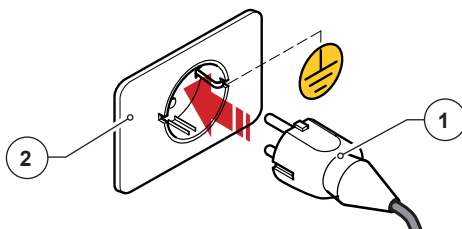

Fig. 5
- Conectar el enchufe del cable de alimentación (Fig. 5 Part. 1) a la toma de corriente prevista en el lugar de utilización (Fig. 5 Part. 2);